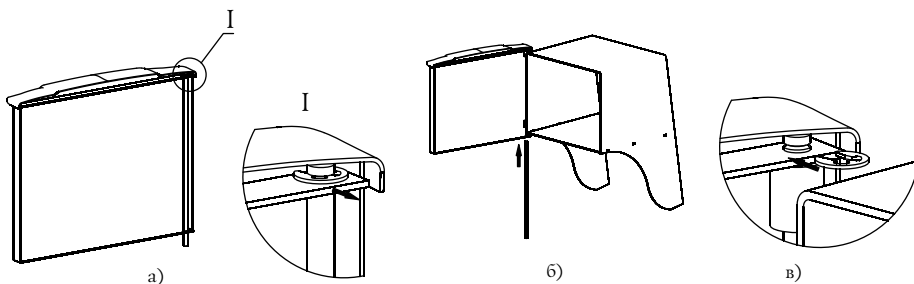

Рисунок 6. Установка дверцы при монтаже печи «Саяны»
1. Извлеките ось из дверцы, предварительно сняв упорную быстросъемную шайбу, рисунок 6.а;
3. Вставьте ось через отверстия снизу вверх, с расположением канавки под шайбу в верхней части оси, рисунок 6.б;
4. Установите упорную быстросъемную шайбу в канавку на оси, рисунок 6.в;